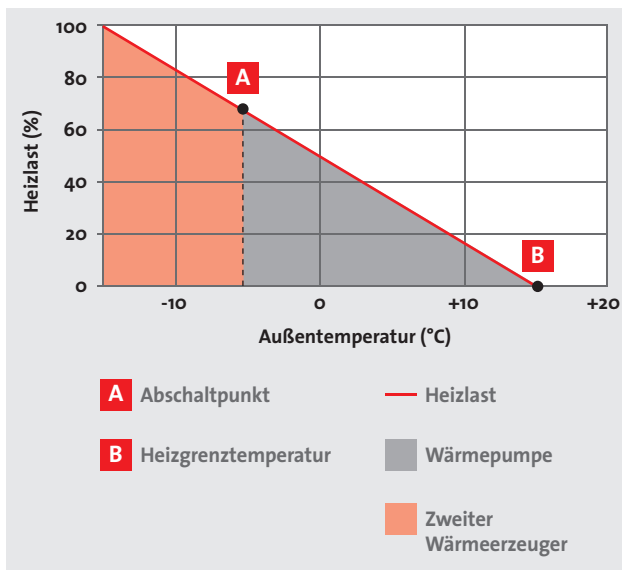

Abb. 35: Bivalent alternativer Betrieb
- Bivalent alternativer Betrieb (Abb. 35)